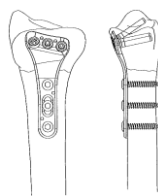

図12
- 12) 全てのスクリュー/ピンを挿入した後、インプラントの状態を正面像及び側面像で確認し、切開した筋膜、皮下、皮膚を縫合して手術を終了します。(図12)